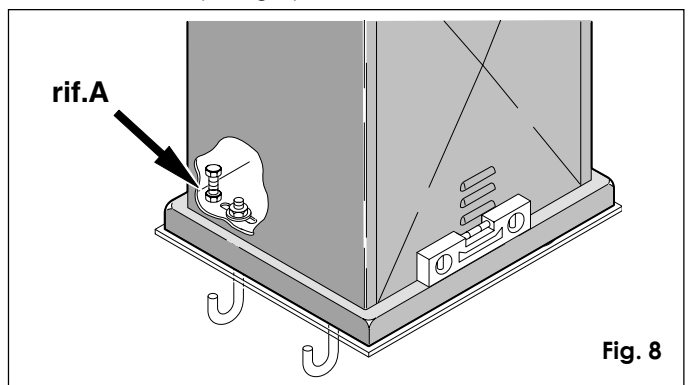

Fig. 8
- 3) Vérifier l'horizontalité parfaite de l'opérateur à l'aide d'un niveau à bulle (voir fig. 8).